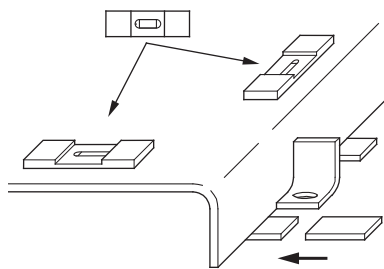

Fig. 7: Nivelarea și alinierea plăcii de bază
- Așezați placa de bază și nivelați-o pe ambele direcții cu ajutorul unor șaibe de compensare suplimentare (vezi fig. 7).
- Aliniați întreg agregatul la montarea pe fundație cu ajutorul nivelei cu bulă de aer (pe arbore/racordul de refulare) (vezi fig. 7). Placa de bază trebuie să fie orizontală, până la o toleranță de 0,5 mm pe metru.